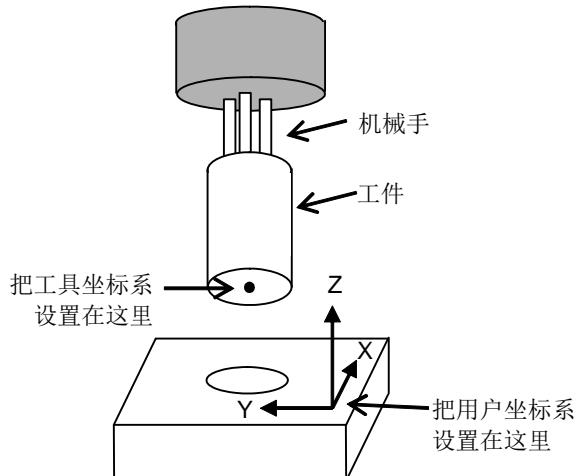

图 3.2(a) 用户、工具坐标系的设置
- 2 选择上述的工具坐标系、用户坐标系，如图 3.2(b)的程序例所示，创建机器人的动作程序，并对接近点（从通常的位置控制切换到力觉控制的点）进行示教。